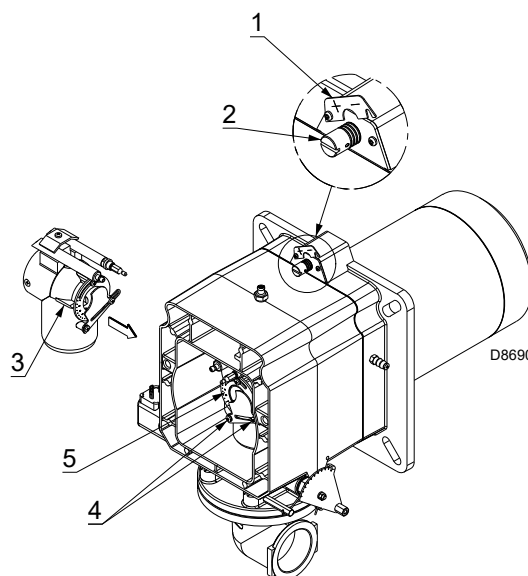

Fig. 16
- tourner la vis 2)(Fig. 16) jusqu'à faire coïncider l'encoche trouvée avec le plan avant 1) de la bride.
Afin de faciliter le réglage, desserrer la vis 3)(Fig. 16); régler, puis bloquer.
- desserrer les vis 4) et tourner la bague 5)(Fig. 16) jusqu'à faire coïncider l'encoche trouvée avec l'index 3);